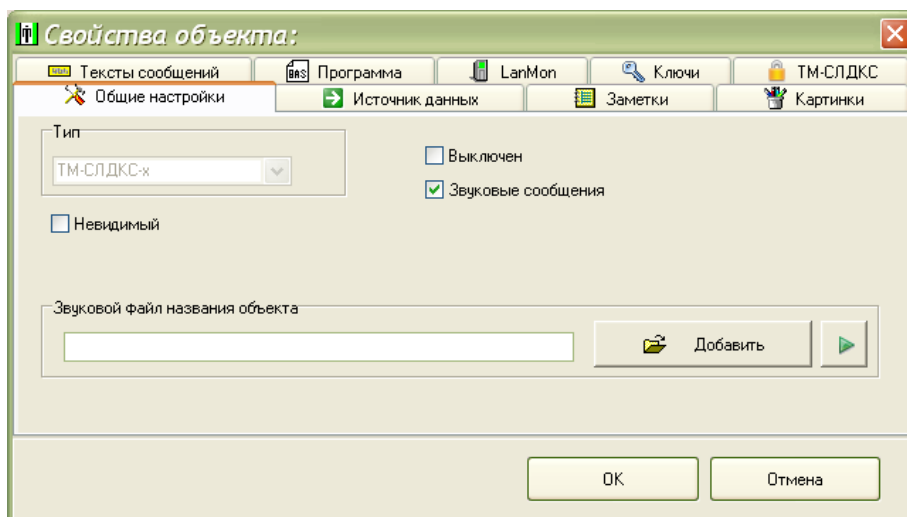

Рисунок 47
2) На вкладке «Общие настройки» установить галочку формирования звуковых сообщений. Снять галочку «Выключен» (рисунок 47).